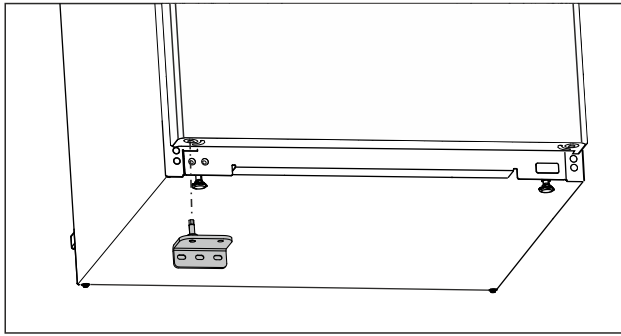

Fig. 25
- ▶ Поставете долната лагерна стойка от другата страна. (виж Fig. 25)